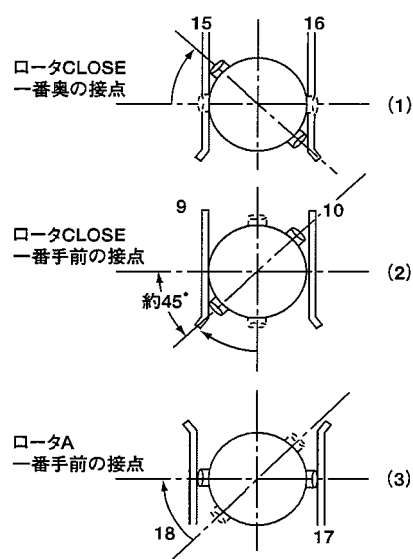

図5.2.7
- ロータ“CLOSE”のモータ回路用接点(端子符号15-16)を、図5.2.7(1)のように、接点がOFFになるところ(約45°)に位置決めします。(見にくければ、同じロータの最も手前の接点(符号9-10)がONになるところに位置決めしても等価となります。(図5.2.7(2)))
- ロータAの接点は、図5.2.7(3)のようにONになった位置で止めます。